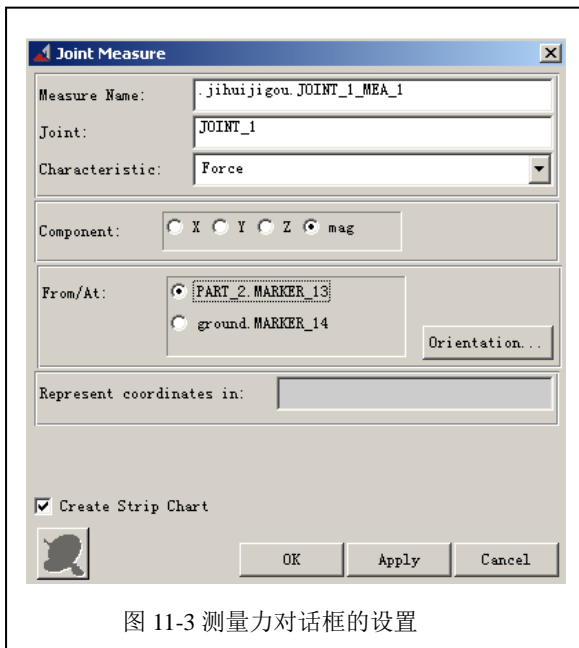

图 11-3 测量力对话框的设置
其他的设置如图 11-3 所示。然后点击对话框下面的
11.2 对原动件 BC 的旋转副 JOINT\_1 进行如何角位移测量的运动分析，旋转副 JOINT\_1 的角位移测量和其力测量过程几乎一样，在图 11-3 所示的对话框中，将 Characteristic 栏选为 Ax/Ay/Az Projected Rotation，Component 栏选为 Z，将 From/At 栏设置为 ground.MARKER\_14 (或者 PART\_5.MARKER\_13)，其